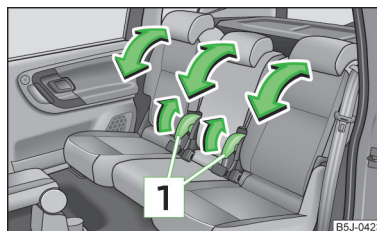

Fig. 55
- ▶ Trageți maneta **1** » **fig. 55** și reglați înclinarea dorită a spătarului.
- Trageți maneta **1** » fig. 55 la pagina 68 și rabatați la maxim spre înainte spătarul scaunului.